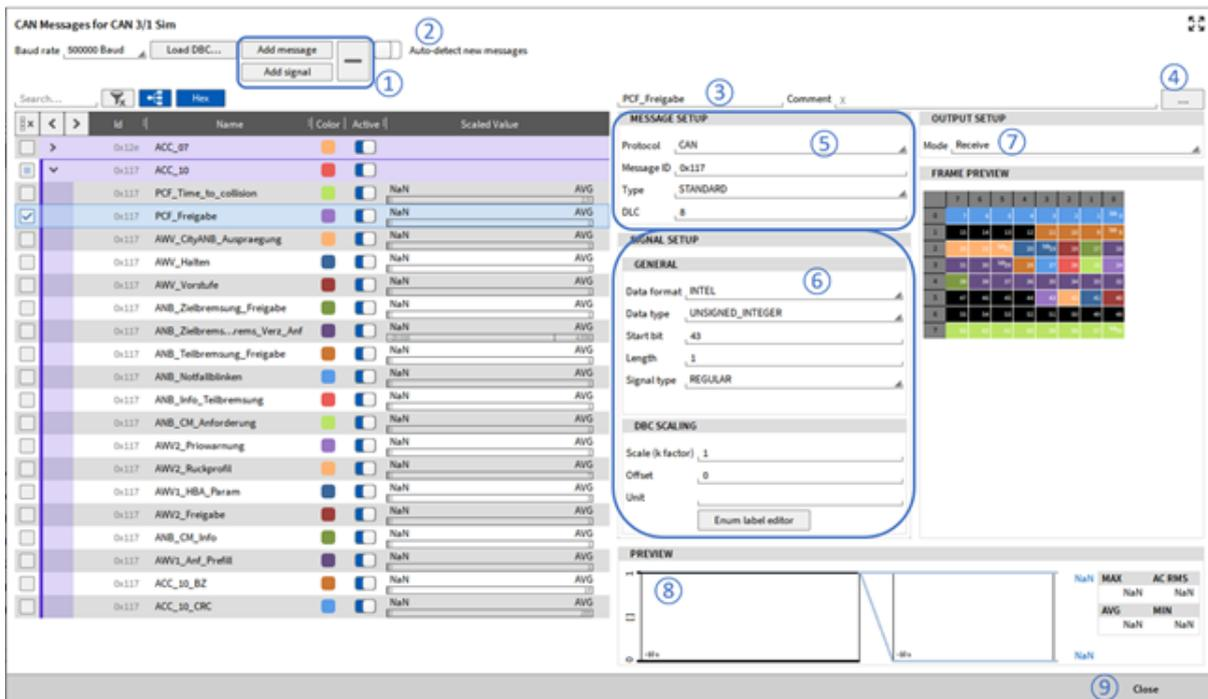

Abb. 7.210: CAN-Editor - Übersicht
- Manuelles Hinzufügen oder Löschen von CAN-Nachrichten und -Signalen (siehe ① in Abb. 7.210)
- CAN-Nachrichten scannen, welche dann automatisch hinzugefügt werden mit ID und DLC. Nach dem Scan kann der Name definiert und Signale hinzugefügt werden (siehe ② in Abb. 7.210).
- Umnennen der aktuell ausgewählte CAN-Nachricht oder -Signal (siehe ③ in Abb. 7.210)
- Hinzufügen von Kommentaren zu Nachrichten und Signalen (siehe ④ in Abb. 7.210)
- Bearbeiten von CAN-Nachrichten und Zugriff auf die gleichen Einstellungen zu wie in *CAN-Nachrichten Setup* (siehe ⑤ in Abb. 7.210)
- Bearbeiten von CAN-Signalen und Zugriff auf die gleichen Einstellungen wie die in *CAN-Nachrichten Setup* (siehe ⑥ in Abb. 7.210)
- Umstellen des CAN-Nachrichtenmodus auf Empfangen zum Erfassen von Daten oder Senden für die Ausgabe von OXYGEN-Daten über CAN (siehe ⑦ in Abb. 7.210)
- Bereitstellen einer Vorschau der letzten 10 Sekunden des Signals, um zu überprüfen, ob die richtigen Einstellungen auf das Signal angewendet wurden (siehe ⑧ in Abb. 7.210)
Wenn Sie fertig sind, können Sie den CAN-Editor wieder beenden, indem Sie die Schaltfläche Schließen drücken (siehe ⑨ in Abb. 7.210).